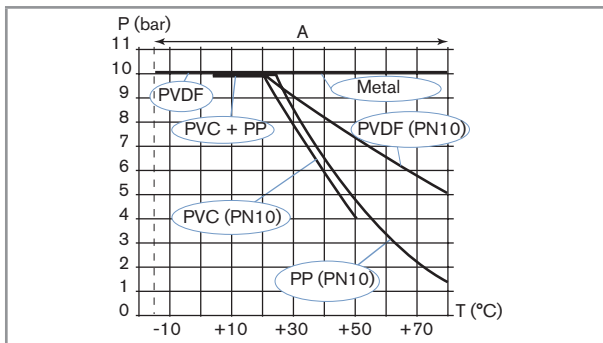

Imagen 1: Curvas de dependencia entre presión y temperatura de los líquidos
Rango de temperatura del líquido	La temperatura del líquido puede estar limitada por la presión del propio líquido: Consulte la curva de dependencia entre la temperatura y la presión correspondiente al equipo. Consulte <a href="#">Imagen 1</a>
- ▶ Seleccione la correspondiente relación entre la temperatura y la presión del líquido teniendo en cuenta el material del elemento de unión (consulte Imagen 1, página 16).